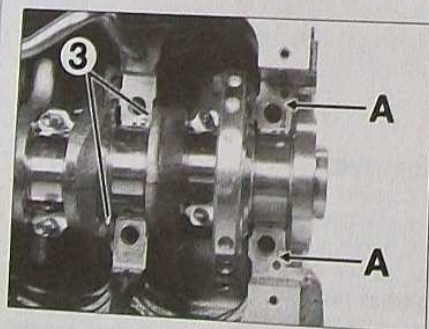

FIG. 54
- Placer de chaque côté du palier n°2 (côté volant moteur), les cales de réglage (3) du jeu axial avec la face rainurée côté vilebrequin (Fig.54).
- Mettre de la pâte d'étanchéité sur la surface d'appui du palier n° 1 en (A) (Fig.54).